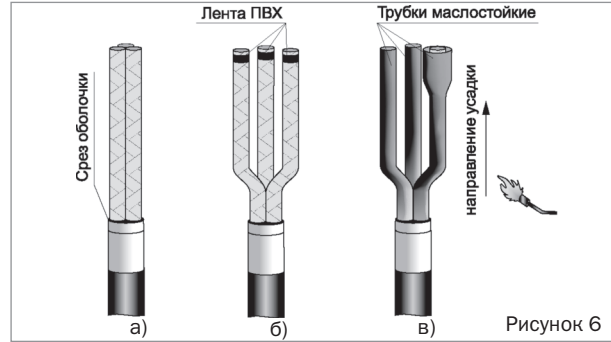

Рисунок 6
- Снять оболочку с конца кабеля до первого кольцевого надреза. Надеть временный бандаж из 2–3 витков ХБ ниток на полупроводящую бумагу у среза оболочки. Удалить полупроводящую бумагу, поясную изоляцию, корделии и расцветочные ленты фазной изоляции (при их наличии) до ниточного бандажа. Убрать ниточный бандаж (рисунок 6а).
- Развести жилы кабеля с радиусом изгиба жил не менее 10-кратной высоты сектора или диаметра жилы по изоляции. Обезжирить их салфеткой, смоченной в бензине или ацетоне. Закрепить фазную изоляцию на концах жил бандажом из двух-трех витков ПВХ ленты (рисунок 6б).
- Надеть на жилы кабелей маслостойкие трубки (прозрачные) до упора в «корешок» разделки кабеля. При необходимости обрезать верхнюю часть трубок по длине жилы. Усадить каждую трубку равномерным прогревом пламени горелки, начиная с «корешка» и далее, двигаясь к концу жилы (рисунок 6в). Убедитесь, что трубки усажены равномерно, не имеют морщин и складок, карманов воздуха или масла.